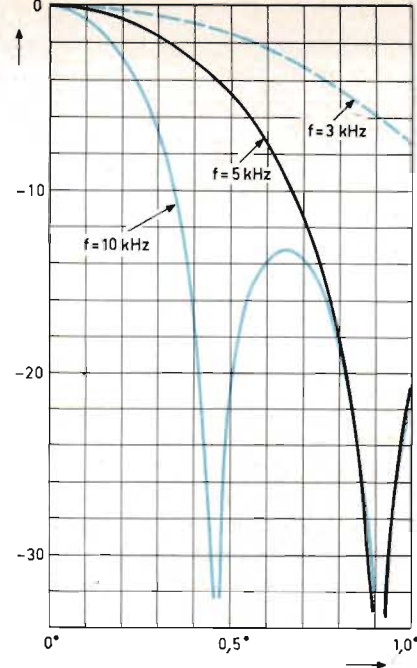

Fig 3. Utsignal som funktion av azimutvinkelfel vid olika frekvenser.
Fig 3 visar signalamplituden vid olika frekvenser från ett kassetband med inspelad signal som funktion av vinkelfelet.
Som framgår av ekv (2) och *fig 3* erhålls flera maxima och minima om azimutvinkeln ändras under avspelning av ett band. Vid inställning av korrekt azimutvinkel använder man normalt ett testband, spelar upp det och ställer in huvudet så, att maximum erhålls. En vanlig frekvens för azimutinställning är 8 kHz. För att minska risken av att ett falskt maximum ställs in, kan man först med blotta